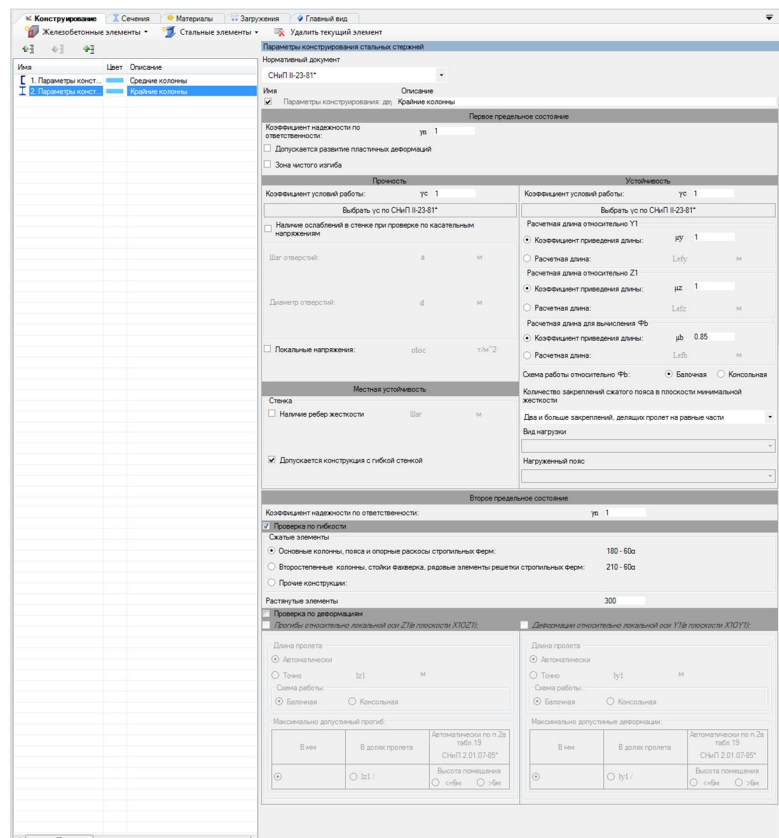

Рис. 20. Редактор параметров конструирования для крайних колонн
- В разделе **Первое предельное состояние** задайте (рис. 20);